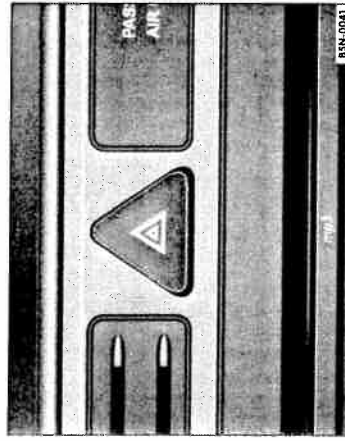

Fig. 41 Imagine din tabloul de bord: Întrerupător pentru instalația de semnalizare avarie.
2. Apăsați tasta ⇒ fig. 41, pentru activarea semnalizării de avarie ⇒ .